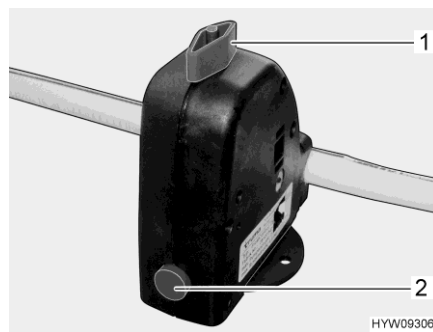

Bild 58 Sicherheits-/Ablasseventil (Boiler)
Der Boiler ist mit einem Sicherheits-/Ablasseventil (Bild 58) ausgestattet. Das Sicherheits-/Ablasseventil verhindert, dass das Wasser im Boiler einfriert, wenn bei Frost die Heizung nicht eingeschaltet ist.
- Sicherheits-/Ablasseventil schließen. Dazu den Drehknopf (Bild 58,1) quer zum Sicherheits-/Ablasseventil drehen und den Druckknopf (Bild 58,2) hineindrücken.
- Sicherheits-/Ablassventil öffnen. Dazu den Drehknopf (Bild 58,1) längs zum Sicherheits-/Ablassventil drehen. Der Druckknopf (Bild 58,2) springt heraus. Der Boiler wird über das Sicherheits-/Ablassventil nach außen entleert.